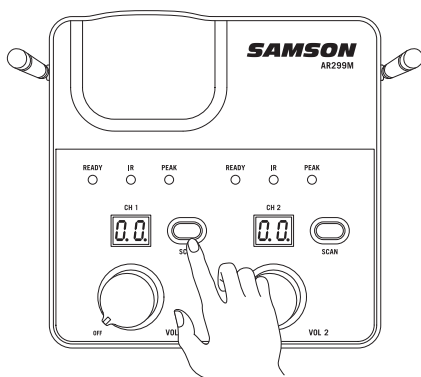

Figure 1
4. Appuyez sur la touche SET 1 pendant plus de 2 secondes (l'affichage commence à clignoter rapidement) à l'avant du récepteur AR299m pour rechercher un canal disponible. Une fois que le canal optimal est sélectionné, le récepteur passe en mode Réglage IR. L'affichage clignote lentement en mode Réglage IR. Si vous voulez régler un émetteur sur le canal actuellement sélectionné du récepteur, appuyez sur le bouton SET et maintenez-le enfoncé pendant plus de 10 secondes (jusqu'à ce que l'affichage clignote lentement) pour passer directement en mode Réglage IR. (figure 1).